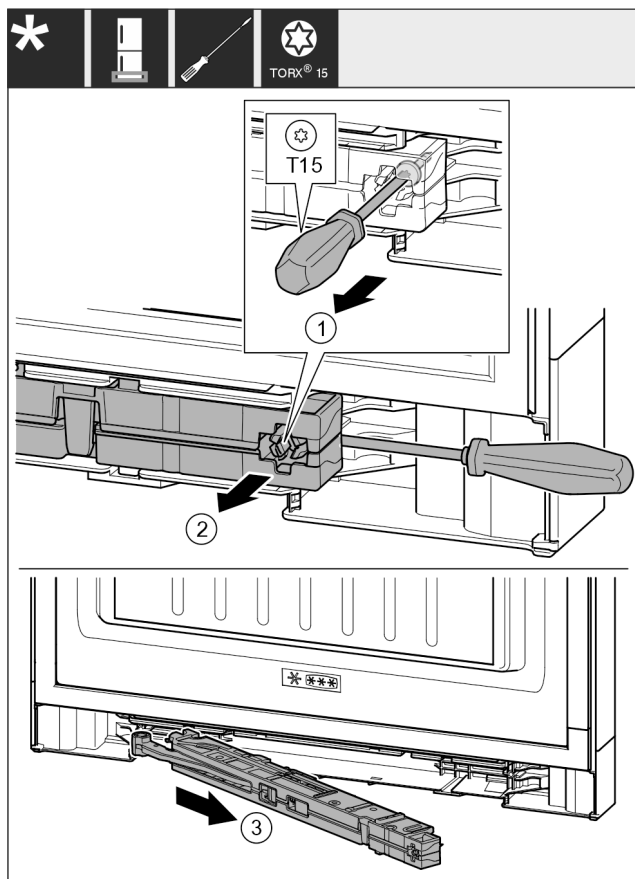

Fig. 18
- ▶ 用螺丝刀将关门阻尼单元上的螺钉 Fig. 18 (1) 松开 14 mm。
- ▶ 用螺丝刀在手柄侧向前推动关门阻尼单元 Fig. 18 (2)。
- ▶ 拉出关门阻尼单元 Fig. 18 (3)。